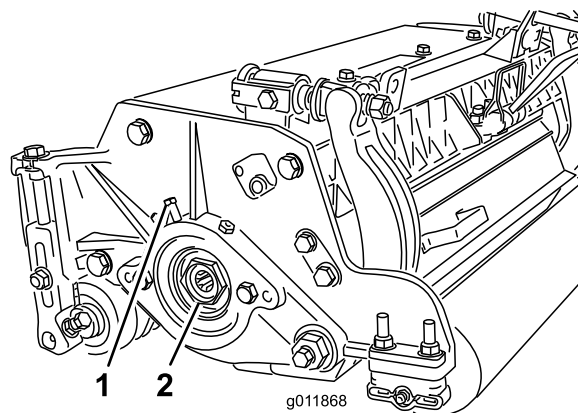

Figura 25
- A. Desaperte o parafuso de afinação externo que prende a porca de ajuste do rolamento localizado no lado esquerdo da unidade de corte (Figura 25).